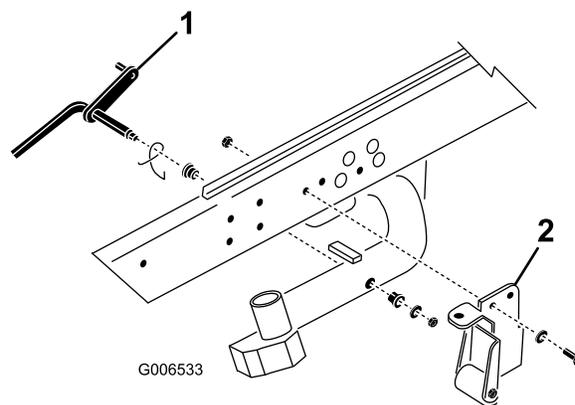

Bild 9
1. Entfernen Sie die Sicherungsmutter und die Scheibe, mit denen die Gelenkstange am Hubarm Nr. 2 befestigt ist (Bild 9). Nehmen Sie die Gelenkstange und die Feder vom Hubarm ab. Wiederholen Sie diese Schritte an den Hubarmen Nr. 1 und Nr. 3.
Hinweis: Die Stützhalterung der Kippvorrichtung mit der Rolle und die Stützhalterungen der Kippvorrichtung werden nicht für den Betrieb der DPA-Mähwerke benötigt (Bild 9). Sie können Sie ggf. entfernen.